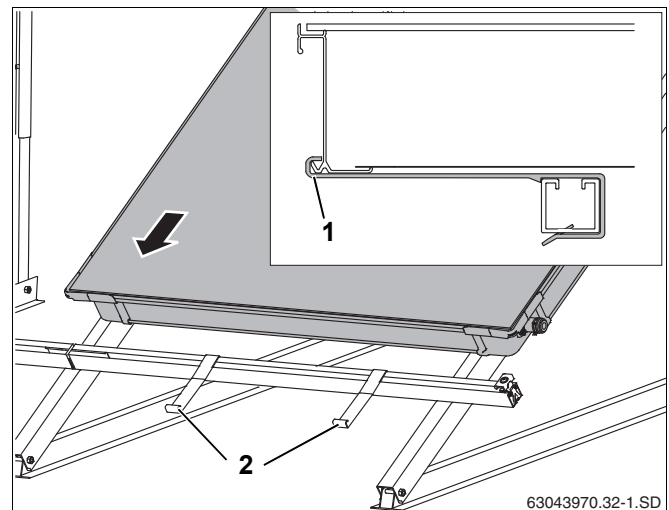

Рис. 45 Установка первого коллектора на профильные рейки
- ▶ Уложите первый коллектор на профильные рейки. Коллектор должен встать в крепления от сползания (рис. 45, поз. 2) (рис. 45).
Нижний край коллектора должен войти в крепление от сползания (рис. 45, поз. 1).